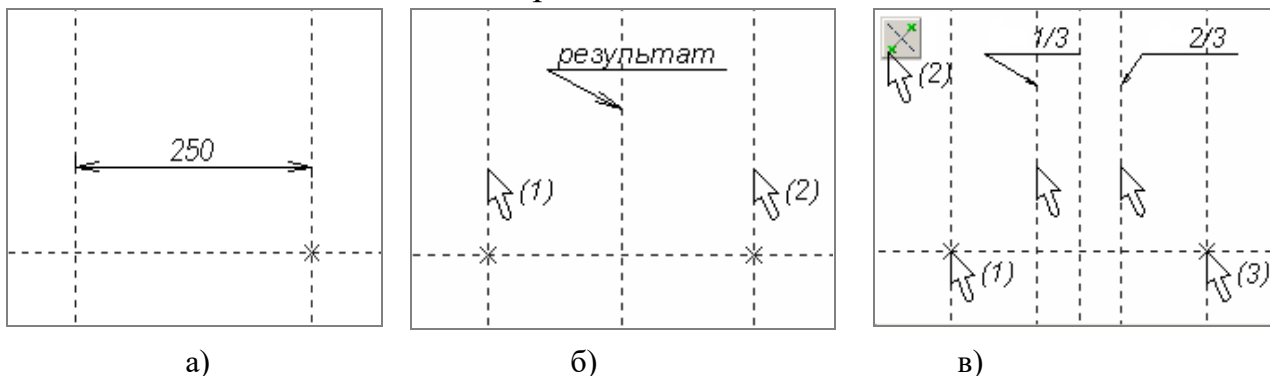

Рисунок 14 – Порядок построения симметричной и пропорциональных прямых
2.4.1 Выполните подготовительный этап. Порядок построения: Вызвать команду . При помощи опции  построить базовые прямые в нижней части экрана. Далее при помощи опции  построить прямую, параллельную вертикальной прямой, на расстоянии 250 мм (рисунок 14а).
2.4.2 Постройте прямую, являющуюся осью симметрии двух прямых. Порядок построения: Находясь в команде , выбрать опцию  и указать курсором сначала на прямую (1), затем на прямую (2) (рисунок 14б).
2.4.3 Постройте прямые, делящие расстояние между опорными прямыми на 3 части. Порядок построения: Находясь в команде , указать курсором на узел (1) (рисунок 14в), затем выбрать опцию , после этого указать на узел (3). Далее в окне свойств элементов построения задать значение коэффициента пропорциональности 1/3 и нажать клавишу «Enter» на клавиатуре. Так как этот режим действует до отмены опции , то, не выходя из команды можно построить несколько прямых с разными коэффициентами